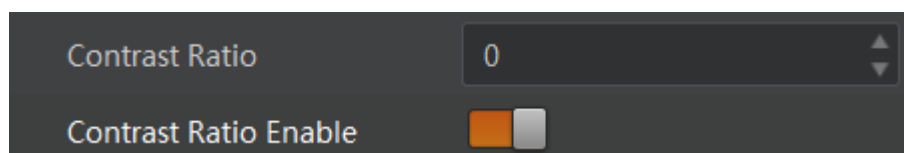

图7-38 对比度设置
2. 在 *Contrast Ratio* 参数中输入需要设置的数值，参数范围为 0 ~ 100，如图 7-38 所示。